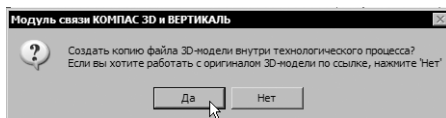

Рисунок 8
3. Перейдите к вкладке **3D-модель** в окне вкладок дерева КТЭ. Нажмите кнопку  **Загрузить модель с диска**. В открывшемся окне запроса (рис. 8) можно выбрать способ подключения модели.